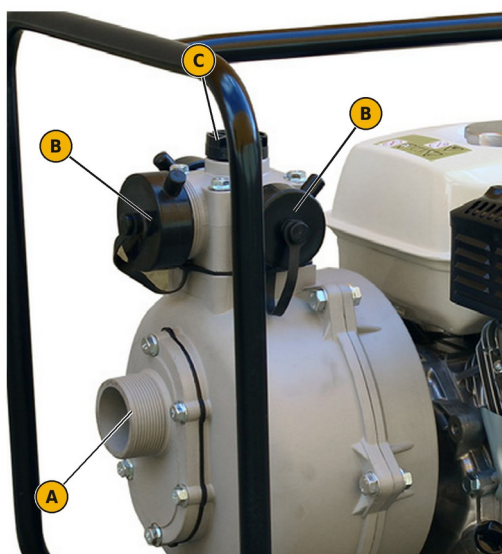

FIG. 4 — Tête de pompe : A, orifice d'aspiration ; B, sorties de refoulement ; C, bouchon d'amorçage
- 1) Vissez à la main le raccord cannelé de 1½" sur l'orifice d'aspiration (FIG. 4, A) en vérifiant que le joint est bien en place dans son logement.
- 1) Retirez le bouchon de la sortie ou des sorties de refoulement que vous allez utiliser (FIG. 4, B) et laissez les autres fermées avec leur bouchon et leur joint.